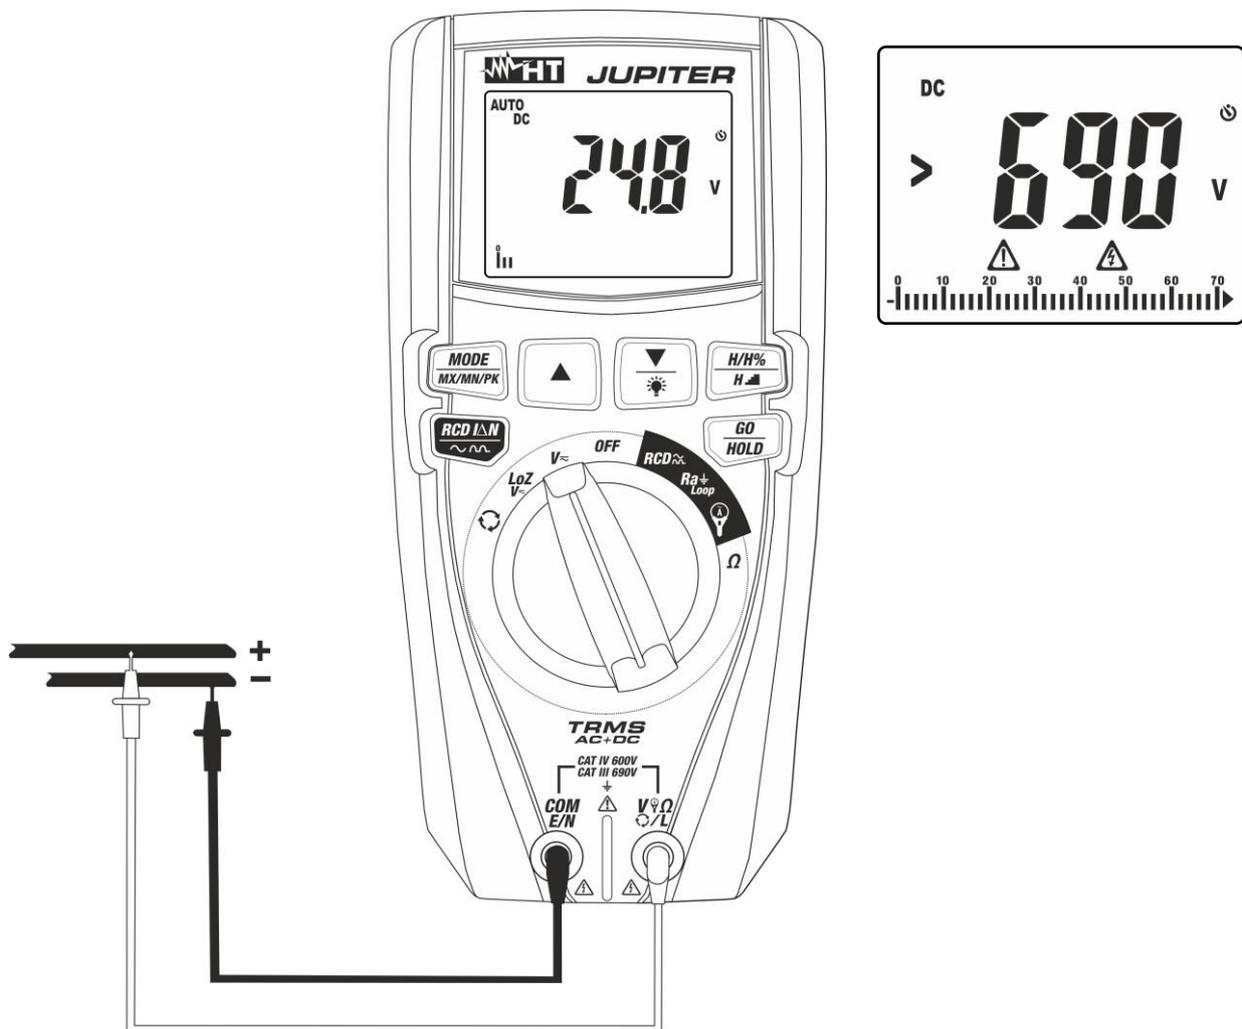
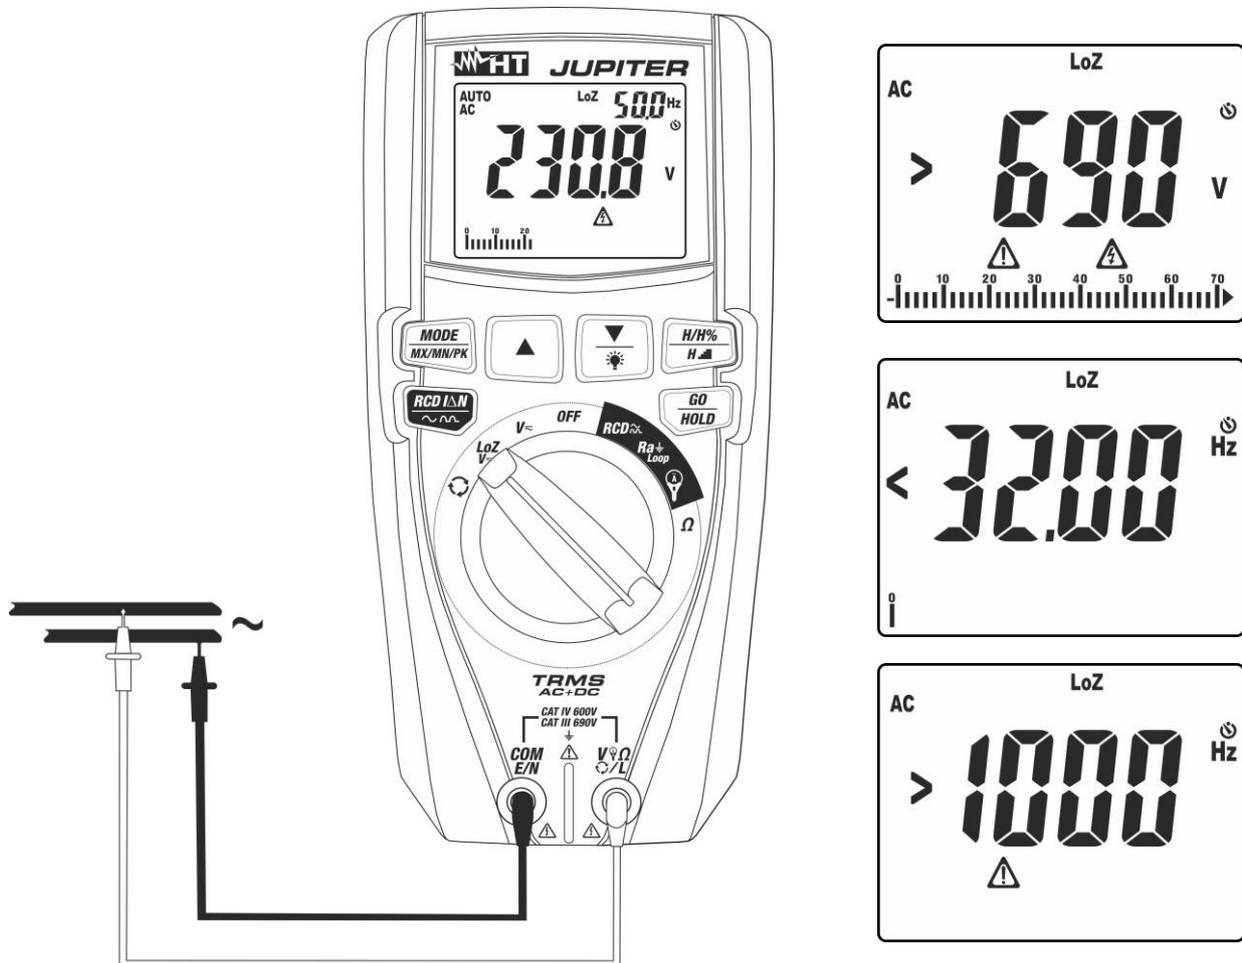

Fig. 8: Uso dello strumento per misura di Tensione DC
Fig. 10: Uso dello strumento per misura di Tensione AC/DC con funzione LoZ
3. Posizionare il puntale rosso ed il puntale nero rispettivamente nei punti a potenziale positivo e negativo del circuito in esame (vedere Fig. 8). Il valore della tensione è mostrato a display
4. Se sul display è visualizzato il messaggio ">690V" (vedere Fig. 8) si è raggiunto il fondo scala dello strumento
5. La visualizzazione del simbolo "-" sul display dello strumento indica che la tensione ha verso opposto rispetto alla connessione di Fig. 8.
4. Posizionare il puntale rosso ed il puntale nero rispettivamente nei punti del circuito in esame (vedere Fig. 10) per misura di tensione AC oppure nei punti a potenziale positivo e negativo del circuito in esame (vedere Fig. 8) per misura di tensione DC. Il valore della tensione è mostrato a display. Nella parte alta destra del display è mostrato il valore della frequenza della tensione. Premere il tasto **MODE/MX/MN/PK** per visualizzare il valore della frequenza con maggior risoluzione
5. Se sul display sono visualizzati i messaggi "<32Hz" o ">1000Hz" (vedere Fig. 10) il valore della frequenza è esterno all'intervallo di misura **32Hz ÷ 1000Hz**
6. La visualizzazione del simbolo "-" sul display dello strumento indica che la tensione ha verso opposto rispetto alla connessione di Fig. 8